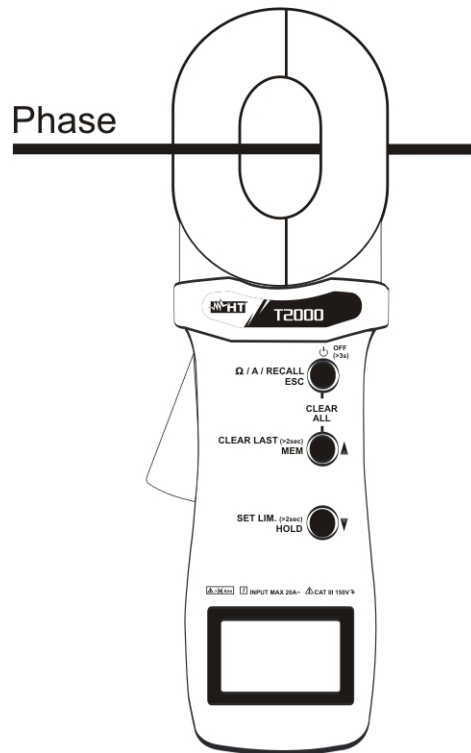

Abb. 20: Wechselstrom-Messung
3. Öffnen Sie die Zangenbacken, umklammern Sie das zu messende Kabel (siehe Abb. 20) und lesen Sie das angezeigte Ergebnis ab